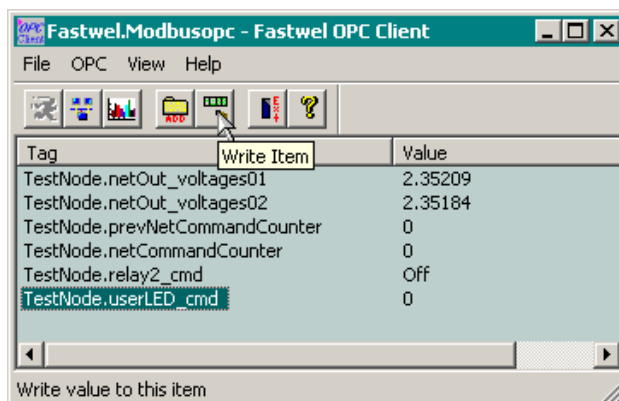

Рис. 78. Главное окно тестового OPC-клиента после соединения с тегами Fastwel Modbus OPC Server
9. Выполняйте команду **OPC–Add Item** в главном меню клиента OPC последовательно для всех только что созданных тегов OPC-сервера, в результате чего главное окно клиента будет выглядеть, как показано на рис. 78.